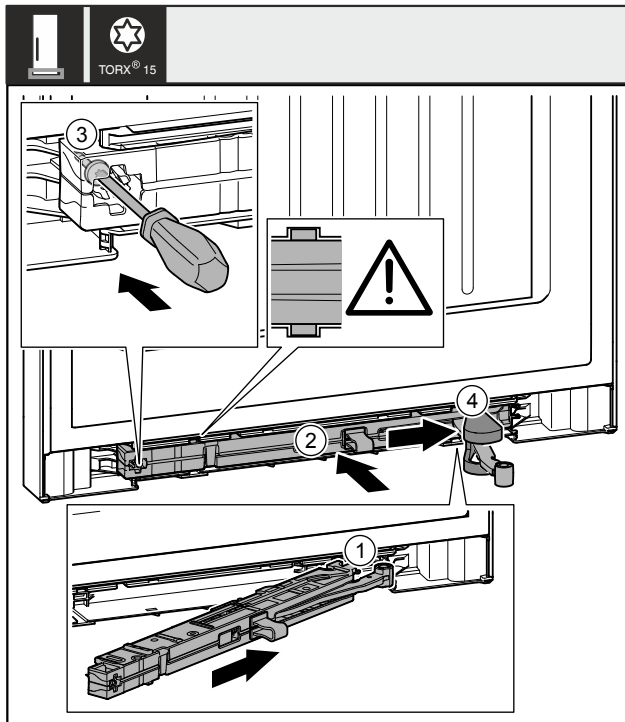

Fig. 52
- ▶ Jednotku tlumiče zavírání Fig. 52 (1) na straně stojanu ložiska zasuňte až na doraz šikmo do vybrání.
- ▶ Jednotku tlumiče zavírání Fig. 52 (2) zcela zasuňte do výklenku.
- ▶ Šroubovákem šroub Fig. 52 (3) pevně utáhněte.
- ▶ Posuňte kryt Fig. 52 (4) přes kloub.